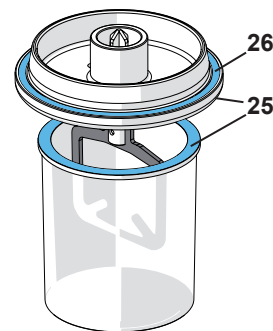

Bild 10
- ⇒ Se till att bägarens kant och kanten på locket (25, bild 10) är ren!
- ⇒ Anslut bägaren (14) till apparaten.